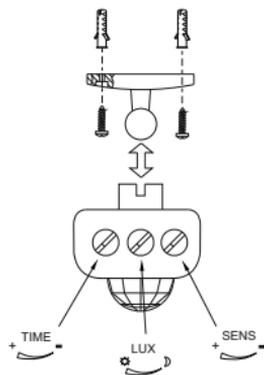

Рисунок 7 – Монтаж
- демонтировать с датчика основание, закрепленное на корпусе при помощи шарнирного соединения (рисунок 7);